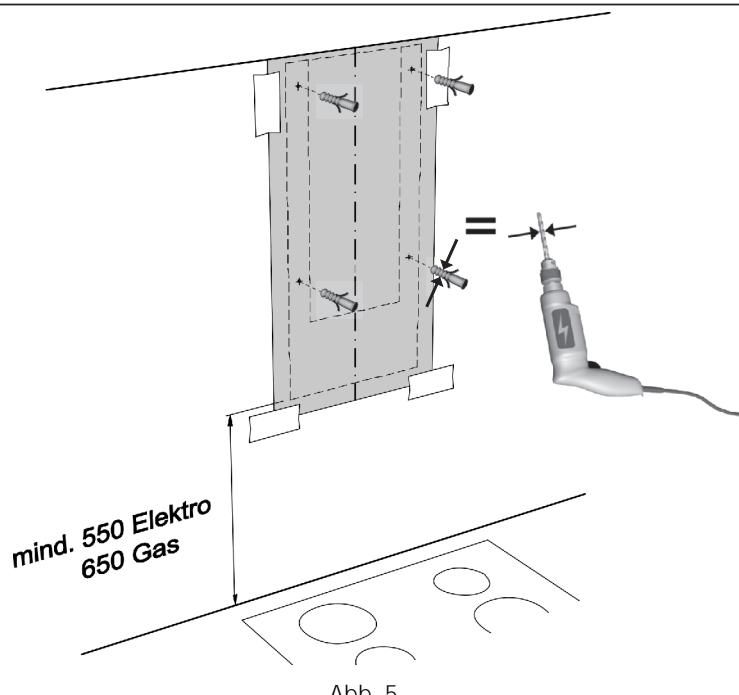

Abb. 5
2. Za pomocą wzornika zaznaczyć na ścianie położenie śrub oraz zarys miejsca zahaczenia. Rys. 5.
3. Wywiercić 3 otwory (dl. 8 mm) w ścianie i włożyć w nie kołki, tak aby pozostały równe ze ścianą. Rys. 5.